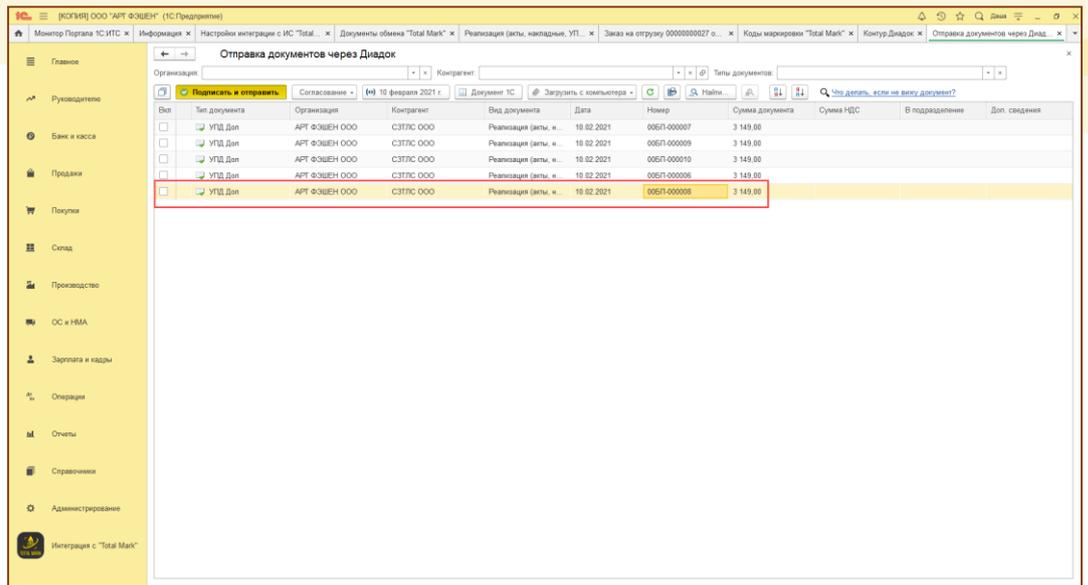
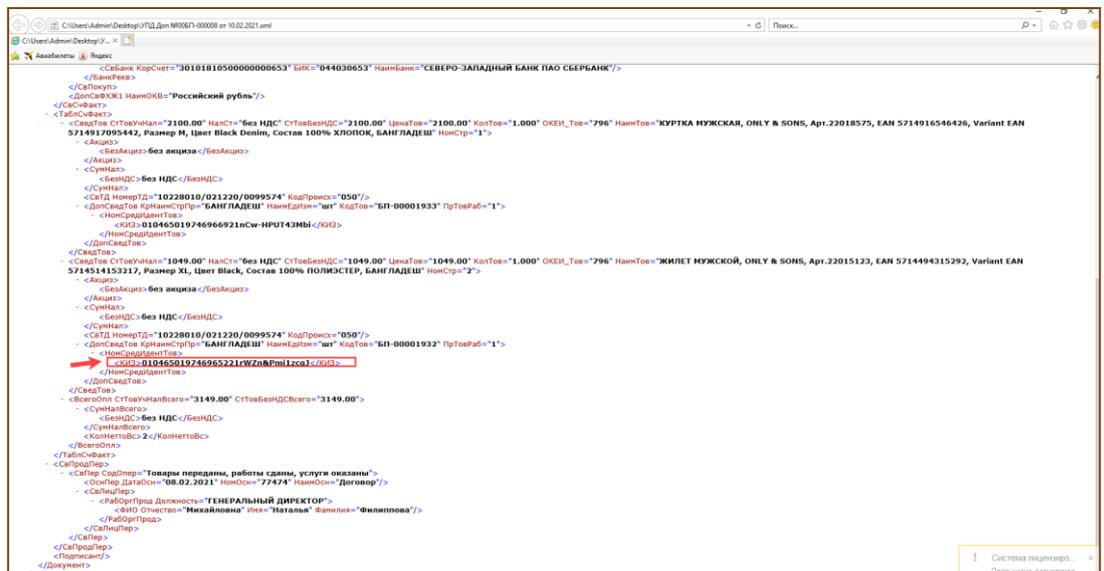

Рис. 9-4 - Загрузка КМ в УПД
Рис. 9-6 - Загрузка КМ в УПД
- Для просмотра кодов маркировки в УПД, отправленном через ЭДО контур необходимо скачать xml- файл из личного кабинета Диадок.Контур (Рис. 9-4-Рис. 9-6).